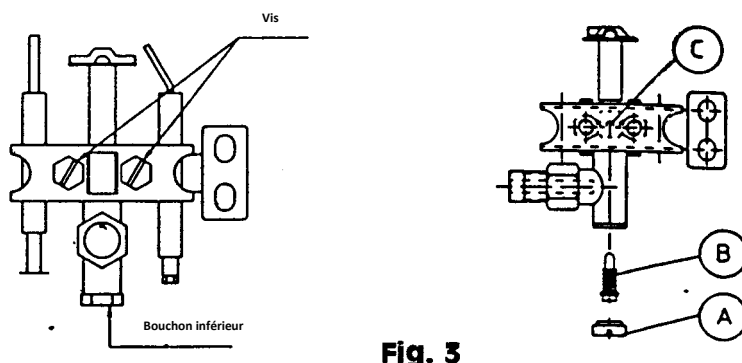

Fig. 3
Démonter le brûleur d'allumage en dévissant les deux vis (Fig. 3).
- Dévisser la vis (A), (Fig. 3) qui se trouve dans la partie inférieure du brûleur d'allumage.
- Sous la vis (A) se trouve la vis de régulation (B). Celle-ci devra être tournée dans un sens ou dans l'autre jusqu'à ce que la flamme soit stable (pour les gaz G.P.L. la vis sera serrée jusqu'au fond) (Fig. 3).
- Positionner le régulateur d'air (C) jusqu'à stabiliser la flamme (Fig. 3).